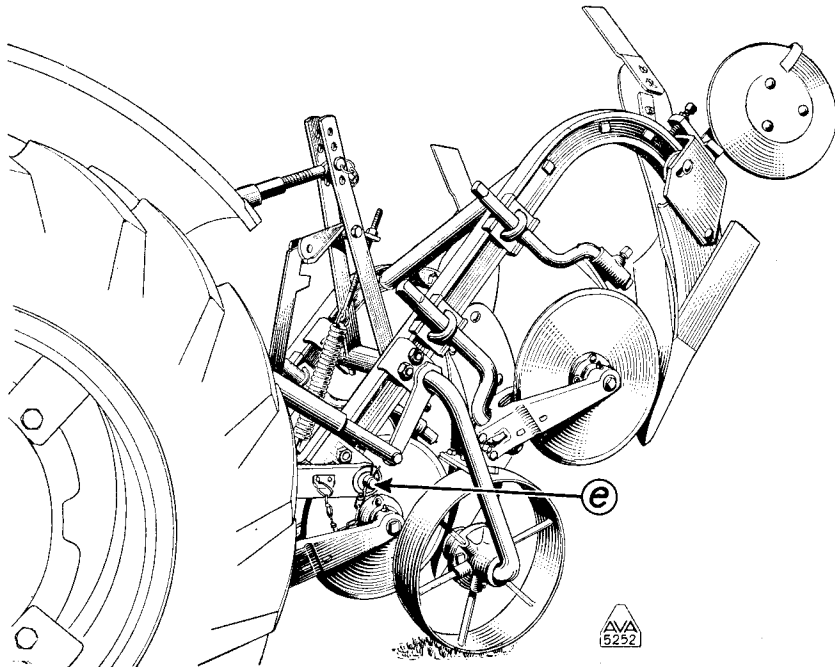

Fig. 3.
**Säkerhetskopplingen:** För att förhindra att plogen skadas vid för hög belastning, t. ex. vid stenpåkörning, finnes en säkerhetskoppling. Så snart belastningen överstiger den för plogkropparna normala, sker utlösning av säkerhetskopplingen. Härvid tippar plogen framåt genom vridning kring tväraxeln e. Fig. 3 visar plogen i urkopplat läge.